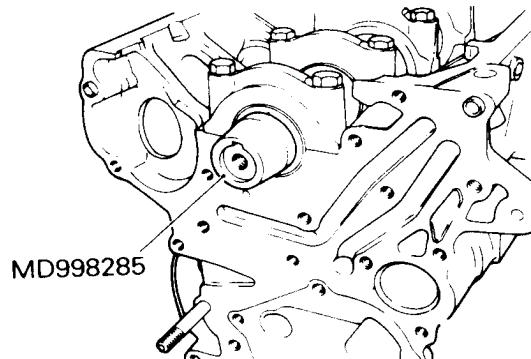
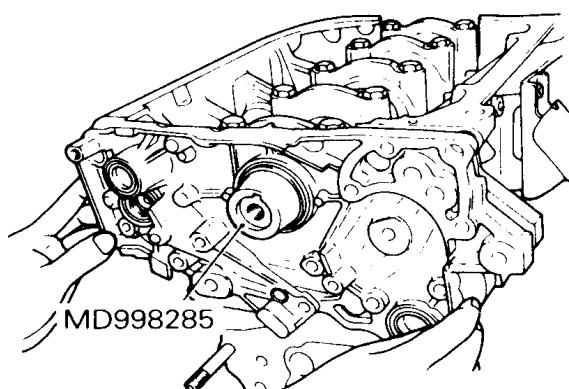

图 2-78 将专用工具安装在曲轴前轴
图 2-79 安装前壳
- (2) 如图 2-78 安装前壳时，将专用工具安装在曲轴前轴，并在专用工具的外圆周涂上一薄层机油以安装前壳。通过一只新的前壳垫片安装前壳部件，并临时拧紧法兰螺栓除了拧紧滤清器的那些螺栓（图 2-79）。通过机油滤清器支架垫片安装机油滤清器，并临时拧紧 4 支配有垫圈的螺栓，最后拧紧前壳螺栓至所规定的扭矩。